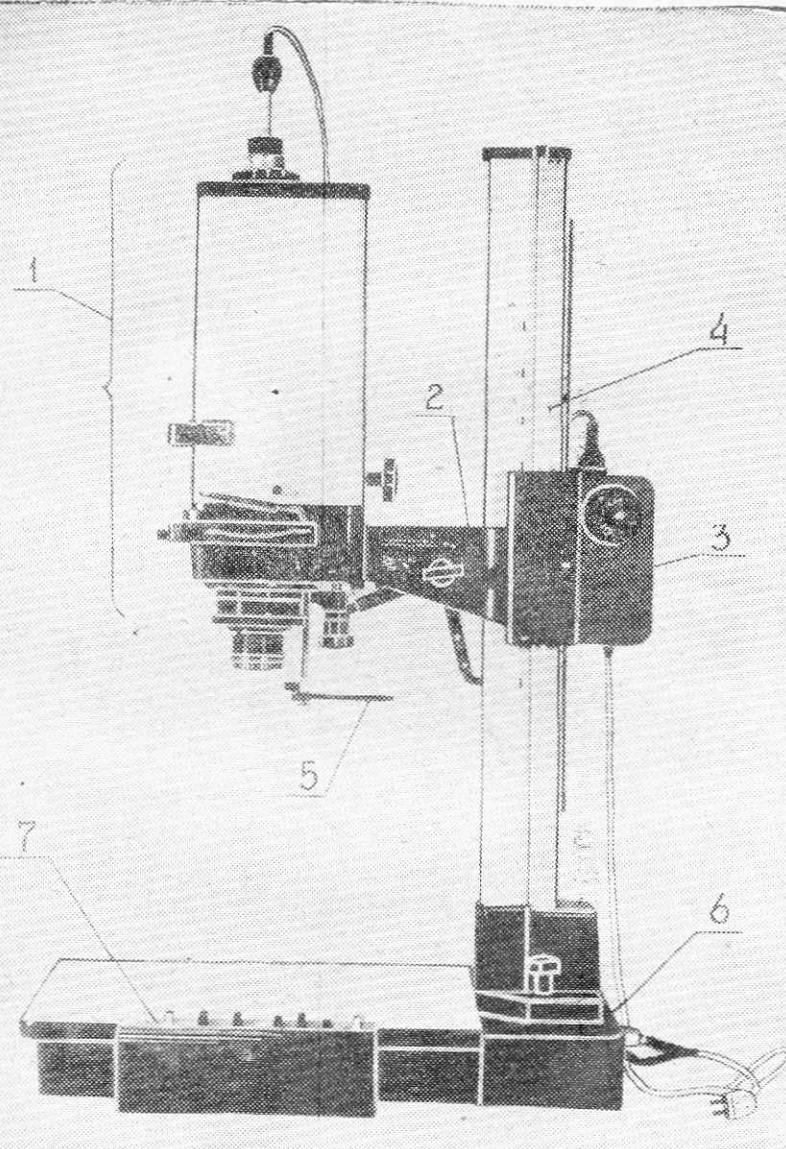

Рис. 1. Фотоувеличитель «Азов», вид сбоку:
Основные узлы фотоувеличителя показаны на рис. 1.
- установите штангу с проекционной головкой так, чтобы стержень опоры 10 вошел в отверстие на основании 6 (рис. 1);